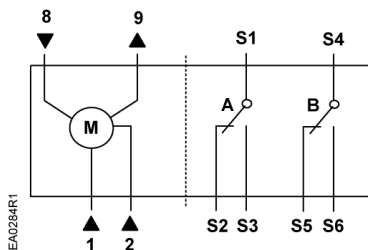

Figure 29. GDE16x Wiring Diagram.
1. Connect all wires per Figure 29.